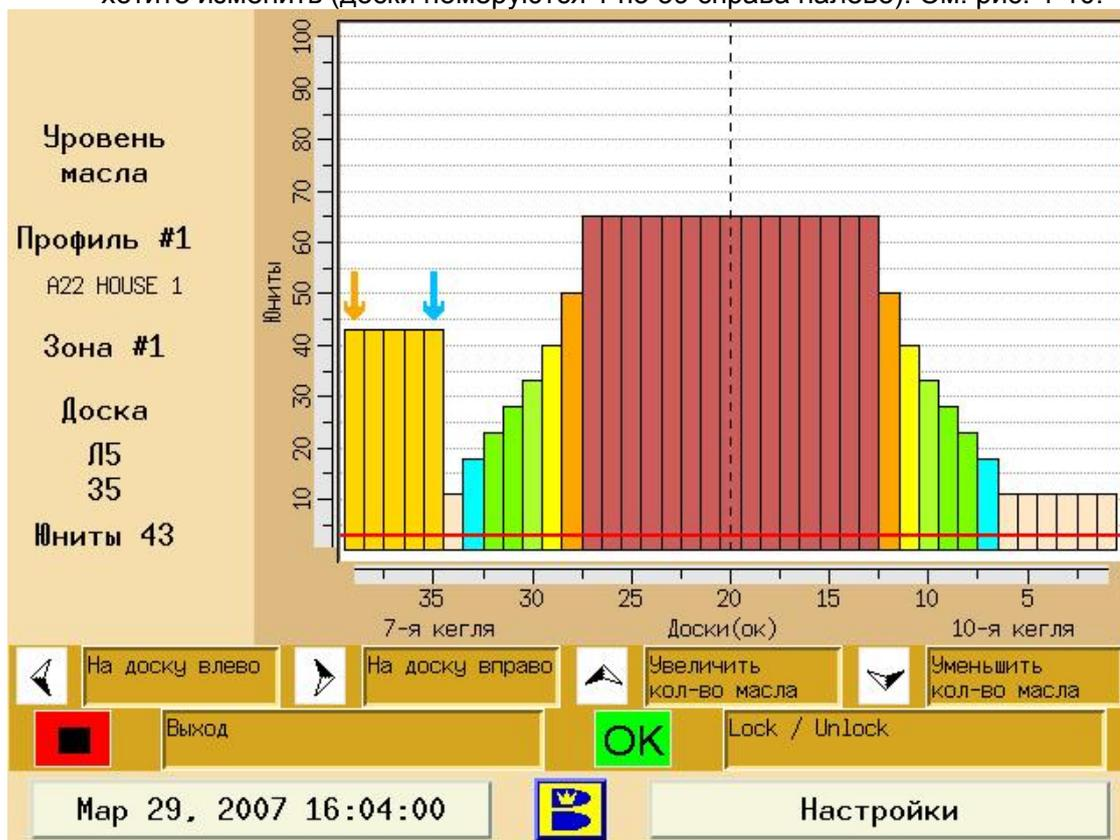

Рисунок 4-10.
3. Стрелками влево/вправо выберите доску, настройку масла которой вы хотите изменить (доски номеруются 1 по 39 справа налево). См. рис. 4-10.